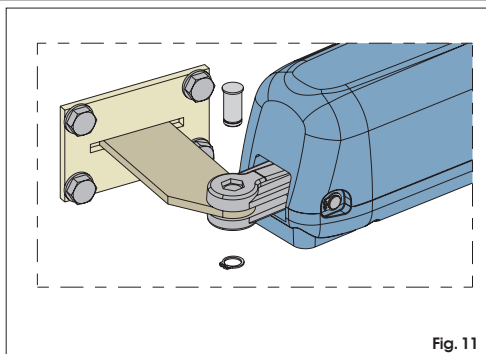

Fig. 11
8) Bevestig de aandrijving aan de achterste beugel met de bijgeleverde pennen, zoals aangegeven op fig.11.